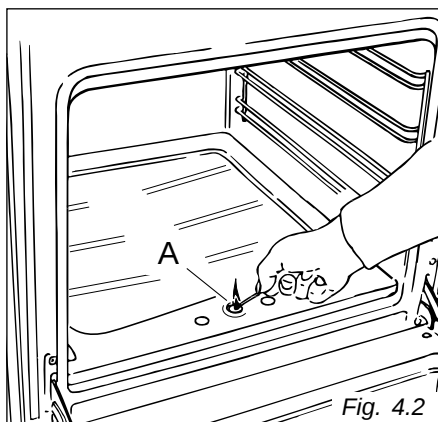

Fig. 4.2
IMPORTANT: Ne jamais ouvrir le robinet avant d'approcher une allumette du trou d'allumage "A" de la sole du four (fig. 4.2).
- 2 - Approcher une flamme du haut du brûleur (fig. 4.2).